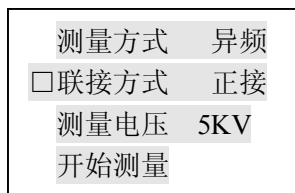

图 5 联接方式
② 按“ENT”键，光标进入“测量方式 □ 工频”，按“▲”、“▼”键，则调整为“测量方式 □ 异频”，按“ESC”键，光标移至首位，再按“▼”键，将光标移至下一排“联接方式”前，见图 5 所示。